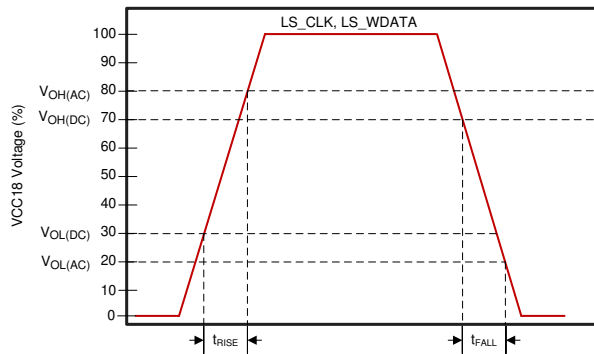
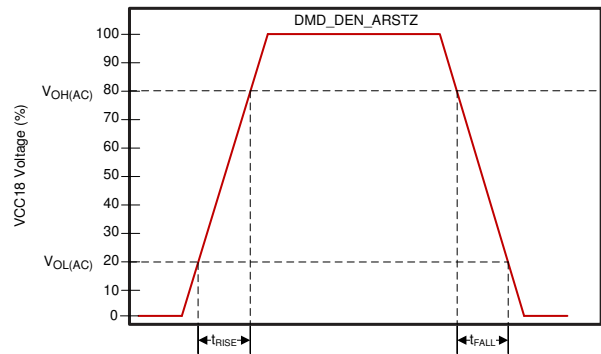

图 5-3. LS_CLK 和 LS_WDATA 转换率
图 5-4. DMD_DEN_ARSTZ 转换率
- 有关 DMD_LS_CLK 和 DMD_LS_WDATA 上升和下降时间，请参阅图 5-3。有关 DMD_DEN_ARSTZ 上升和下降时间，请参阅图 5-4。